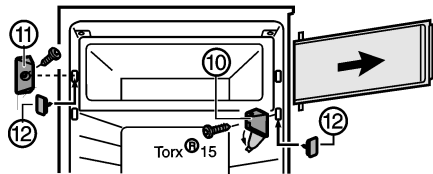

Fig. 6 *
- ▶ Afdekking aan lagerbus Fig. 6 (10) wegklappen.*
- ▶ Lagerbus Fig. 6 (10) met het deurtje losschroeven.*
- ▶ Sluitstuk Fig. 6 (11) losschroeven.*
- ▶ De vrijgekomen gaten afsluiten met de meegeleverde afdekking Fig. 6 (12).*